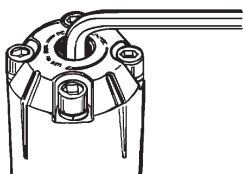

图 3
- 要提高出口压力, 请将调节螺丝 (6) 按顺时针方向转动 (参见图 3)。
- 要降低出口压力, 请将调节螺丝 (6) 按逆时针方向转动 (参见图 3)。